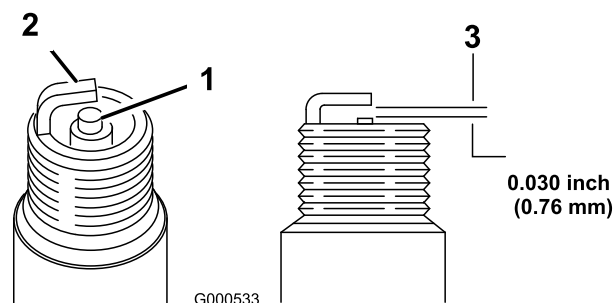

Figure 26
5. Réglez l'écartement des électrodes à 0,76 mm, comme montré à la Figure 26.